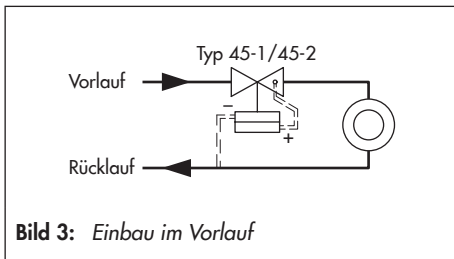

Bild 3: Einbau im Vorlauf
Der Regler wird in Pfeilrichtung durchströmt. Dabei wird der Druck im Auslauf des Ventils (Plusdruck) über die angebaute Steuerleitung (11) auf die Pluskammer und der Minusdruck von der Rücklaufleitung über eine extern zu verlegende Steuerleitung (12) auf die Minuskammer des Antriebs übertragen, vgl. Bild 3.